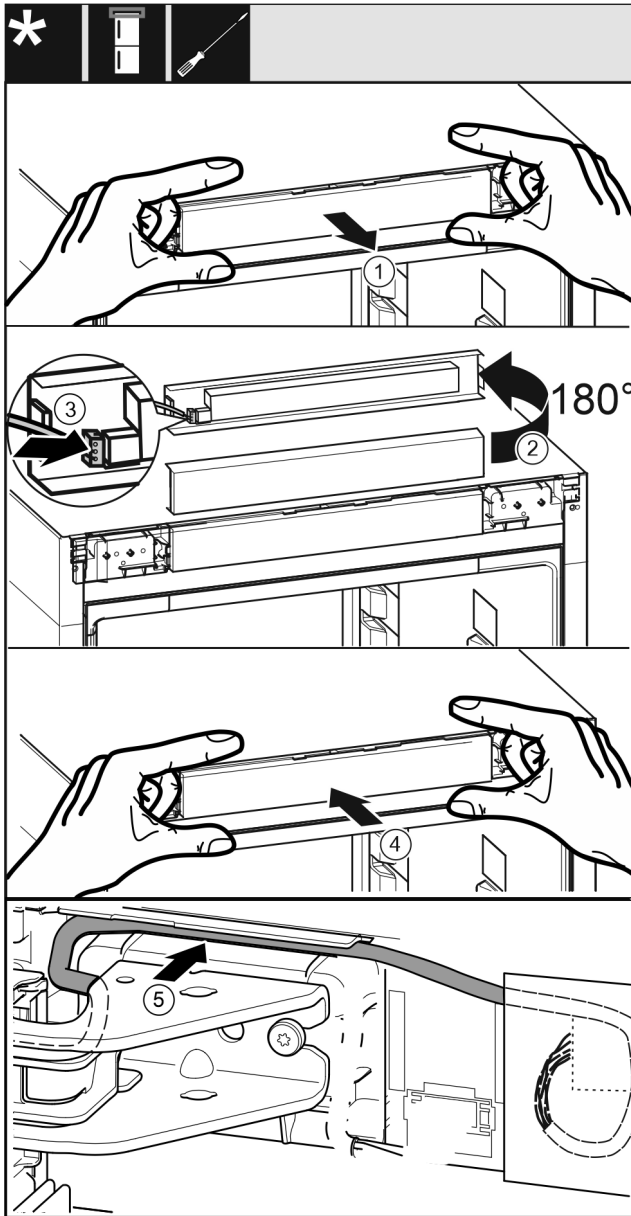

Fig. 43
- ▶ Nxirrni jashtë me kujdes panelin e komandimit. Fig. 43 (1)
- ▶ Rrotulloni shiritin me 180° për nga lart. Fig. 43 (2)
- ▶ Mbërtheni spinën në shiritin e panelit të komandimit. Fig. 43 (3)
- ▶ Mbërtheni sërish në pajisje panelin e komandimit. Fig. 43 (4)
- ▶ Shtroni me kujdes kabllon ngjyrë gri në udhëzuesin mbi bazamentin mbështetës lart. Fig. 43 (5)